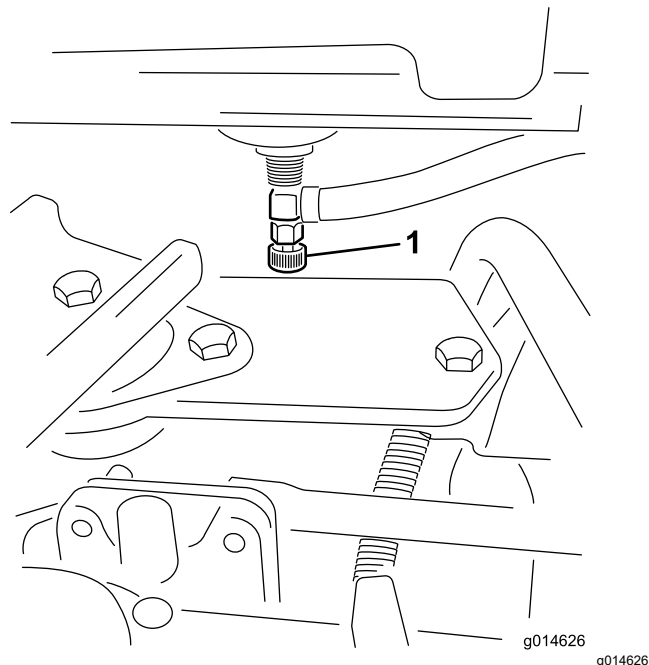

Рисунок 37
1. Закройте отсекающий топливный клапан, расположенный под топливным баком (Рисунок 37).